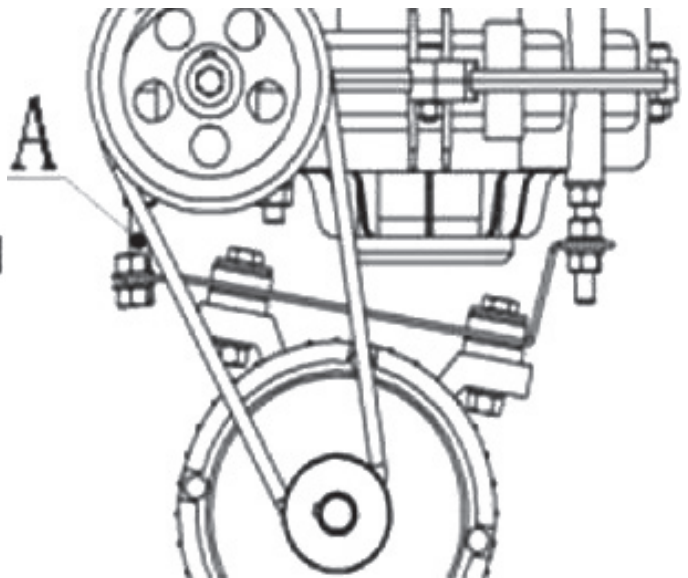
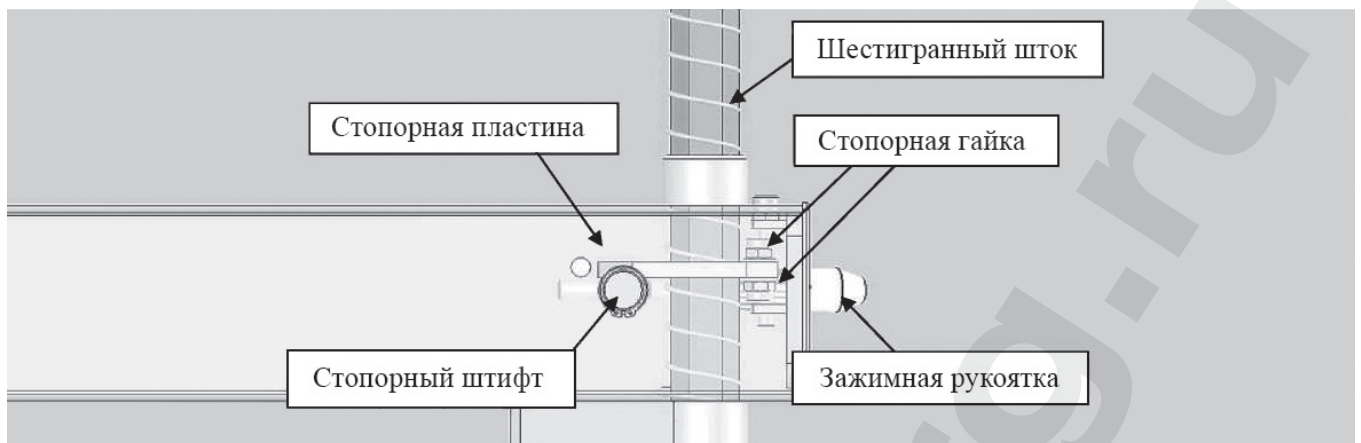

Рис. 12-2
Рис. 12-3
**Через 20 дней после начала эксплуатации** повторно затяните крепежные винты зажимных кулачков (рис. 12-3). Если стол медленно вращается, проверьте натяжение ремня. Натяжение ремня регулируется винтом «А» (рис. 12-2), установленным на специальной опоре.
Регулировка хода стопорной пластины штока и зазора между головкой инструмента и диском колеса. Когда зажимная рукоятка шестигранного штока опускается вниз, шестигранный шток поднимается под действием пружины. При повороте зажимной рукоятки по часовой стрелке на 100°, стопорный штифт, соединенный с рукояткой, поднимет стопорную пластину, которая зафиксирует шестигранный вал. В это время головка инструмента сместится вверх и вправо примерно на 2 мм, и образуется зазор от нее до диска колеса. Если шток не фиксируется надежно, или зазор до диска не является правильным, вы можете отрегулировать ход стопорной пластины, используя стопорные гайки (рис. 12-3).